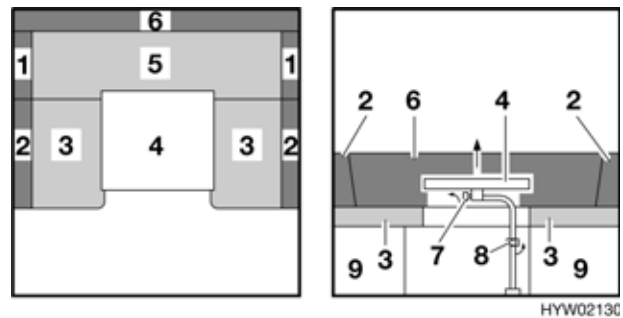

Bild 84 Vor dem Umbau
- Befestigungsschraube (Bild 84,7) an der Tischunterseite lösen und Tischplatte (Bild 84,4) abheben.
- Befestigungsschraube (Bild 84,8) für Tischfuß lösen, Tischfuß nach oben aus der Halterung herausziehen.